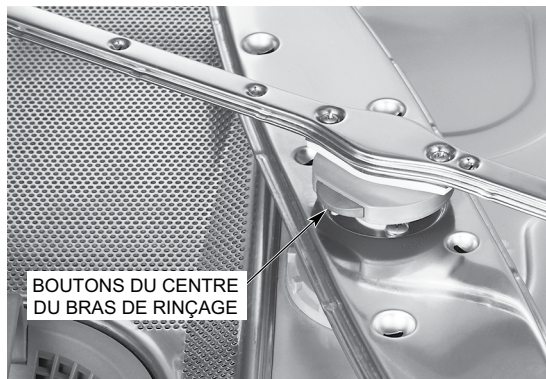

Fig. 7
Assurez-vous que les bras de lavage et de rinçage supérieurs et inférieur sont correctement installés. Les bras de rinçage sont dotés de boutons de libération rapide situés sur le moyeu central (Fig. 7). Quand ils sont installés correctement, tous les bras doivent tourner librement et continuer à tourner pendant quelques secondes après avoir été tournés à la main.
4. Retirez les bras de lavage et de rinçage supérieurs et inférieurs en appuyant sur les boutons situés sur les côtés du moyeu central pour les extraire (p. 19, Fig. 7). Lavez et rincez soigneusement les bras dans un évier et veillez à ce que tous les débris soient éliminés des buses des bras de lavage et de rinçage.
Pour retirer le bras de lavage inférieur, appuyez sur les boutons situés sur les côtés du moyeu central et soulevez le bras de rinçage (p. 19, Fig. 7). Le bras de lavage peut être soulevé une fois le bras de rinçage retiré. Les bras de lavage et de rinçage supérieurs sont retirés en appuyant sur les boutons situés sur les côtés du moyeu central et en abaissant les deux bras ensemble. Veillez à ne pas faire tomber les bras.